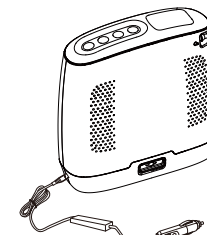

Figura 8
- › Când funcționează, conectați cablu la Spirit-3, apoi conectați mufa de alimentare DC (adaptor brichetă auto) așa cum este arătat în figura 8.